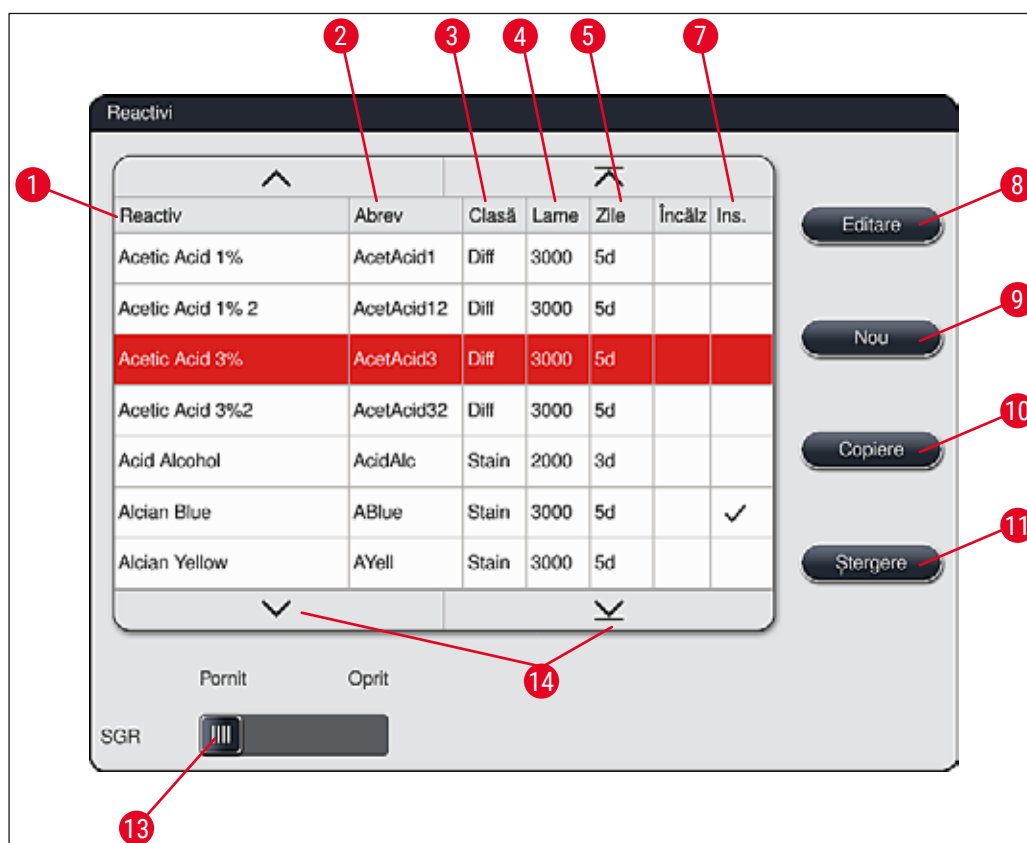

Fig. 36
- Marcați prin atingere reactivul de copiat din lista de reactivi (→ "Fig. 36") și apăsați tasta **Copiere** (→ "Fig. 36-10").
- Marcați prin atingere reactivul de modificat în lista de reactivi (→ "Fig. 36") și apăsați butonul **Editare** (→ "Fig. 36-8").